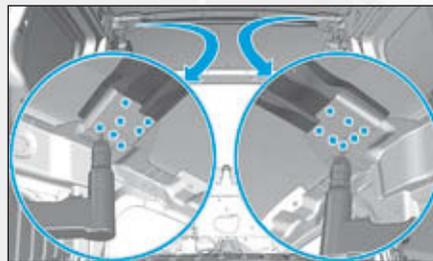

FIG. 131
- Dépointer les points (Fig.131).